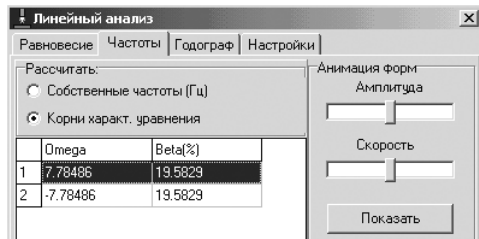

Рис. 1.47. Диалоговое окно **Линейный анализ** с открытой вкладкой **Частоты** и результатами определения параметра **Beta**
- щелкните в контекстном меню по пункту **Частота + доля демпфирования**, см. рис. 1.47.